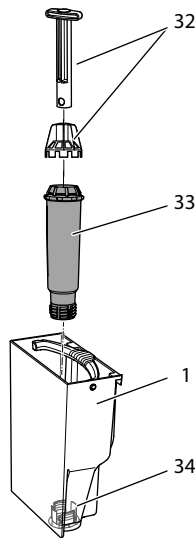

Рис. 19: Завинчивание и отвинчивание фильтра для воды
- Снимите фильтр для воды (см. Рис. 19 на стр. 281).
9. Вставьте новый фильтр в контейнер для воды (см. *Рис. 19*).
3. Извлеките фильтр для воды (см. Рис. 19).